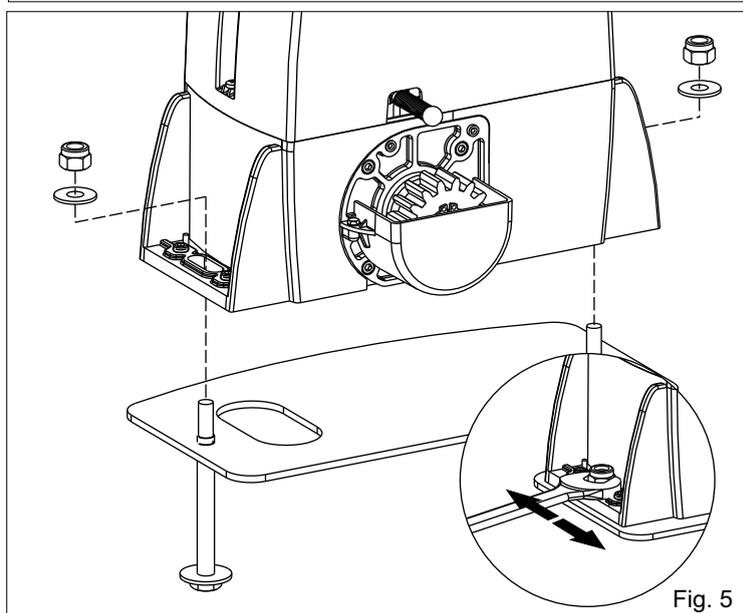

Fig. 5
**4.2.** Fixer le motoréducteur à la plaque de fondation avec les 2 écrous en réglant la position latérale (Fig.5) pour le respect des cotes cités dans Fig.2.